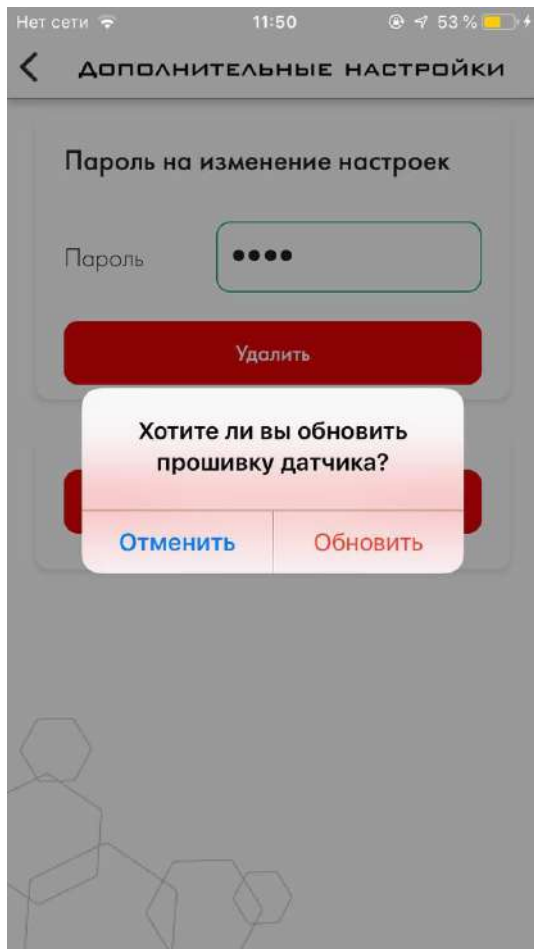

Рис. 76 Вход в режим обновления.
2.11.2 Если вам необходимо обновить прошивку Индикатора, нажмите **Режим обновления** (Рис. 76) в меню «**Дополнительные возможности**». Затем подтвердите свой выбор. Файл FW должен быть заранее загружен на ваш смартфон. Найдите его, выберите и выполните обновление.